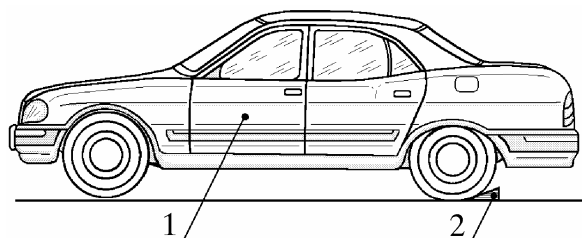

Рис. 1. Установка автомобиля на смотровую яму:
4.1. Установить автомобиль 1 (рис. 1) на смотровую яму (или подъемник), выключить зажигание, установить рычаг КПП в нейтральное положение, затормозить автомобиль стояночным тормозом, установить под задние колеса два противооткатных упора 2, открыть капот